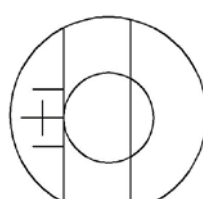

图 11
5.3.4 转动左毂轮, 使左刻线内侧与压痕直径的左尖端相切 (图 11)。